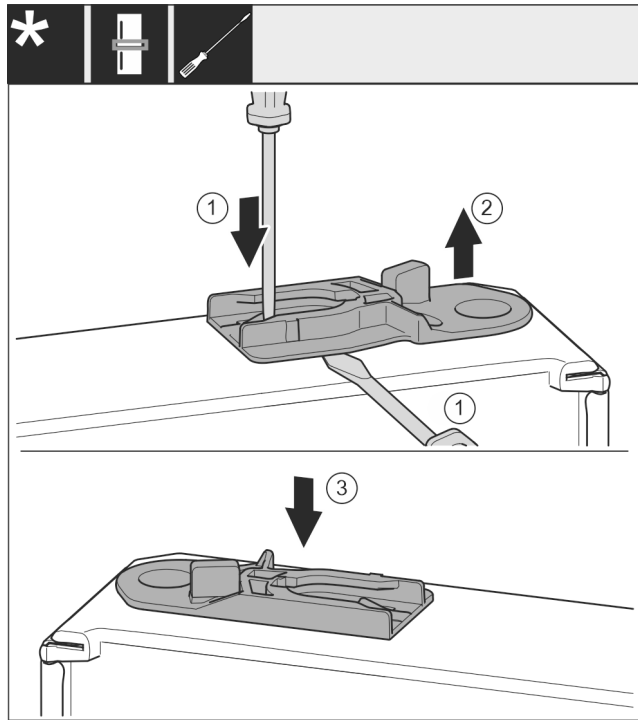

Fig. 53 *
- Húzza ki a vezetőhüvelyt: Nyomja a fedőlemezt Fig. 53 (1) lapos csavarhúzóval, és közben nyúljon lapos csavarhúzóval a vezetőhüvely Fig. 53 (2) alá.*
- Tolja be a kiszállított csomagban található vezetőhüvelyt Fig. 53 (3) a ház másik oldalára.*